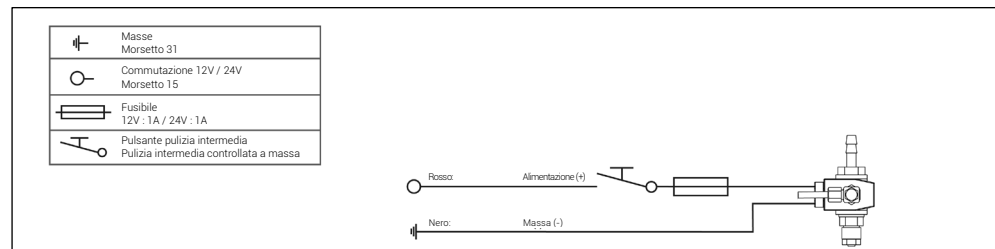
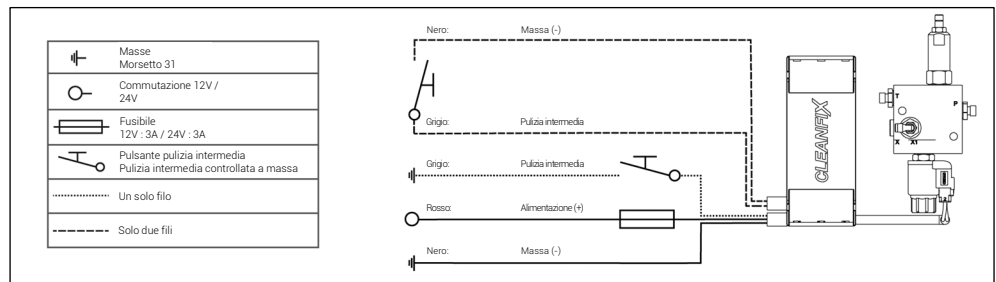

Fig. 62
Fig. 69
Se è presente un'alimentazione di tensione sufficiente, attivata e protetta (morsetto 15) (vedi Fig. 62 - Fig. 69), è possibile utilizzarla.
- 40)** Collegare il componente elettrico all'alimentazione di tensione della macchina (vedi Fig. 62 - Fig. 69).